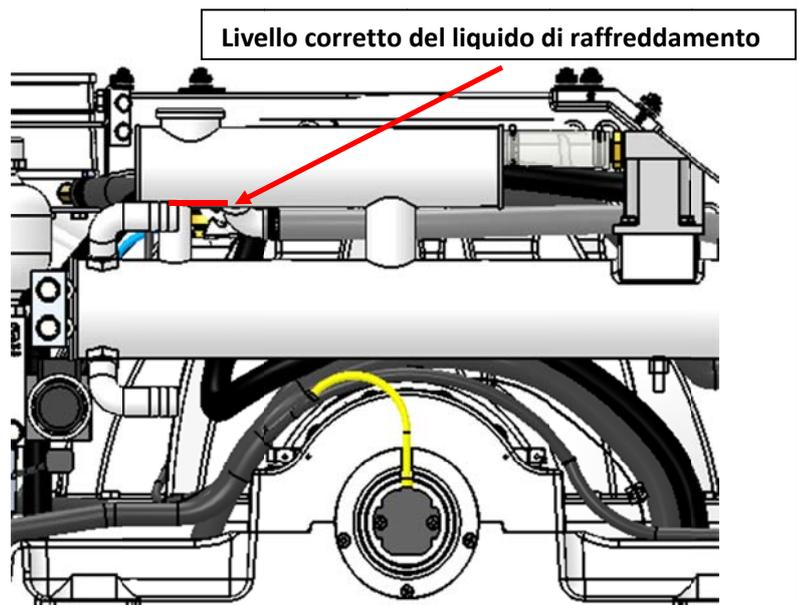

FIGURA 3 – LIVELLO DEL LIQUIDO DI RAFFREDDAMENTO DI SEAKEEPER 3DC
- 3) Rimuovere il tappo a pressione sulla parte superiore del serbatoio. Versare la miscela fino a quando il livello non raggiunge la parte superiore del tubo trasparente tra la valvola termostatica e il serbatoio come mostrato in Figura 3. Il riempimento oltre questo livello non provocherà danni ma il liquido di raffreddamento potrebbe essere espulso dal foro di sfogo pressione sotto il tappo a causa della normale espansione termica del liquido di raffreddamento.
- Ricontrollare il livello di glicole con il fluido che circola all'interno dell'impianto di raffreddamento. Guardare all'interno del serbatoio e controllare che il livello del liquido di raffreddamento superi il foro superiore del serbatoio come mostrato in Figura 3. Riposizionare il tappo.